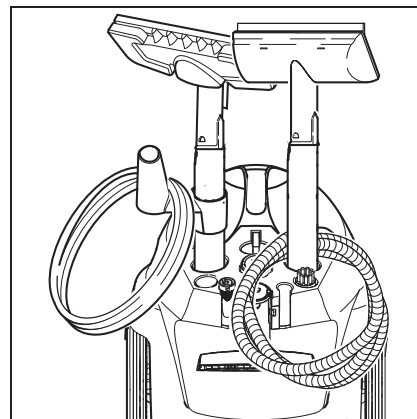

Abb. 3
- Verlängerungsrohre in die großen Zubehörhalter stecken (siehe Abb. 3).